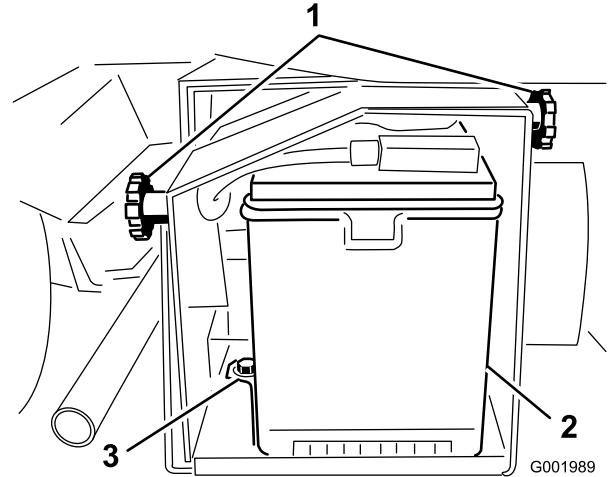

図 56
2. バッテリー・ボックスのノブ(図 56)をゆるめ、カバーを外す。
5. バッテリー・リテーナと固定金具を外す（図 56）。
2. バッテリー押さえを元通りに取り付ける（図 56）。
4. バッテリーカバーを元どおりに取り付けノブで固定する（図 56）。
1. バッテリー・ボックスのノブ（図 56）をゆるめ、カバーを外す。